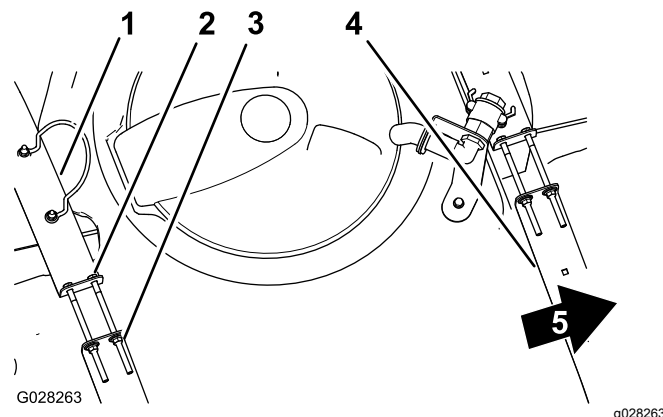

Figure 17
2. Assurez-vous qu'il n'y a pas de jeu entre les sangles de la cuve et la cuve (Figure 17).
3. Si les sangles de la cuve ne sont pas assez serrées, resserrez les contre-écrous à embase et les boulons en haut des sangles jusqu'à ce que ces dernières soient parfaitement en appui sur la surface de la cuve (Figure 17).